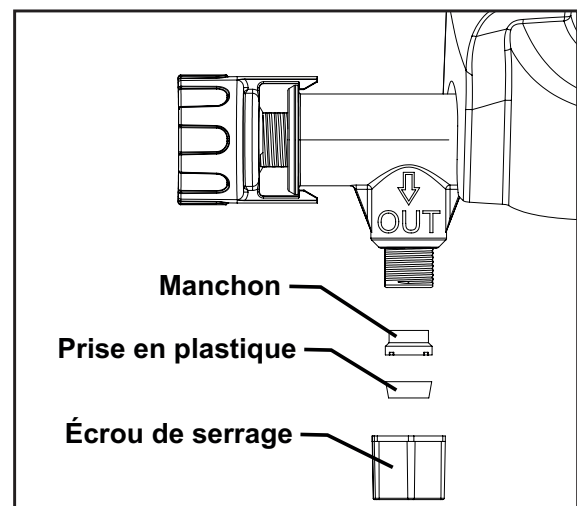

Figure 4
**Remarque :** Ne retirez PAS l'écrou de serrage. En cas de démontage accidentel, reportez-vous à la **Figure 4** sur la procédure de remontage et pour assurer l'étanchéité.